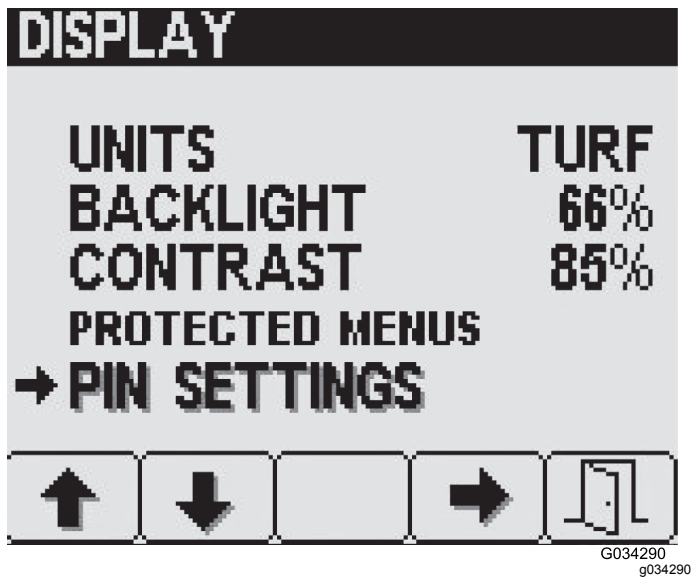

Figure 29
Réglages PIN, puis appuyez sur la touche 4 pour sélectionner "Réglages PIN" (Figure 29).
1. Sur l'écran de Réglages PIN, appuyez sur la touche 2 jusqu'à atteindre l'option de Changement du code PIN, puis appuyez sur la touche 4 pour sélectionner "Changement du code PIN" (Figure 29).